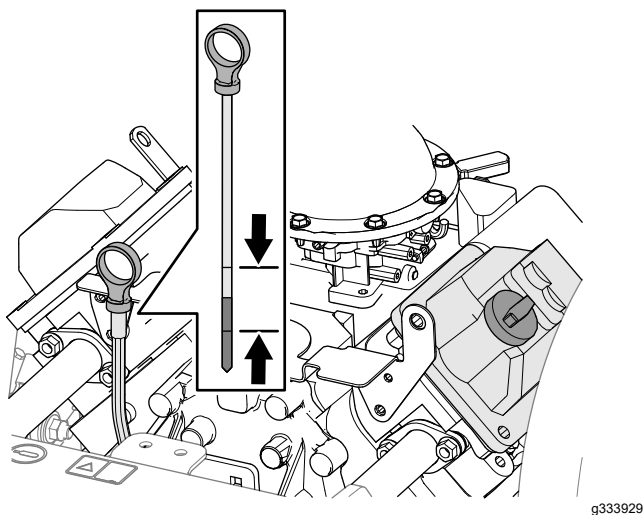

Figura 75
4. Retire la varilla (Figura 75) y límpiela con un trapo limpio.
5. Introduzca la varilla en el tubo (Figura 75) hasta que entre a fondo.